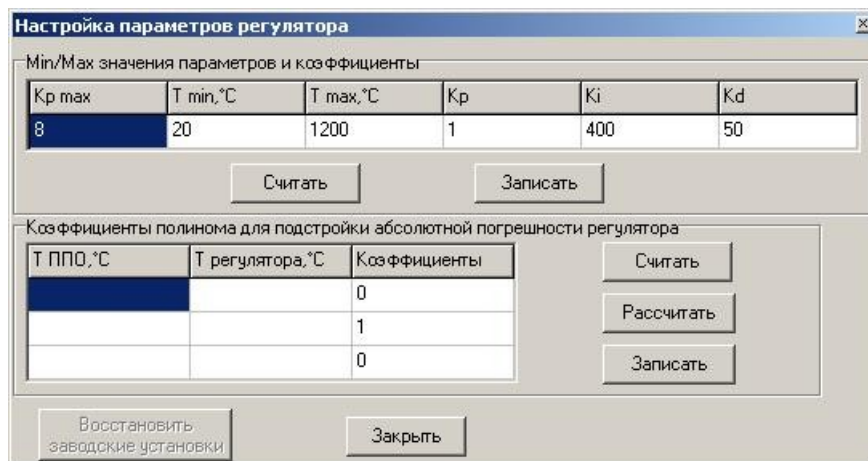

Рисунок 11 – Режим настройки параметров БУ-7-4
После ввода пароля на экране появится окно настройки БУ-7-4 для совместной работы с трубчатой печью в составе излучателя (см. рисунок 11).
7.7.3.4 Включите БУ-7-4, запустите программу «Termocontrol» и войдите в режим настройки параметров БУ-7-4 (см. рисунок 11). Введите значения 300, 700 и 1100 в столбец "Т ППО, °С", и значения 300, 700 и 1100 в столбец "Т регулятора, °С". Нажмите кнопки "Рассчитать", "Записать" и "Считать", при этом программа должна рассчитать значения коэффициентов 0, 1, 0, что является сбросом полинома.
7.7.3.7 Введите значение температуры, полученное при выполнении 7.7.3.6 в первое поле столбца "Т ППО, °С", в таблице "Коэффициенты полинома для подстройки абсолютной погрешности регулятора", а в первое поле столбца "Т регулятора, °С" введите 300 (см. рисунок 11).